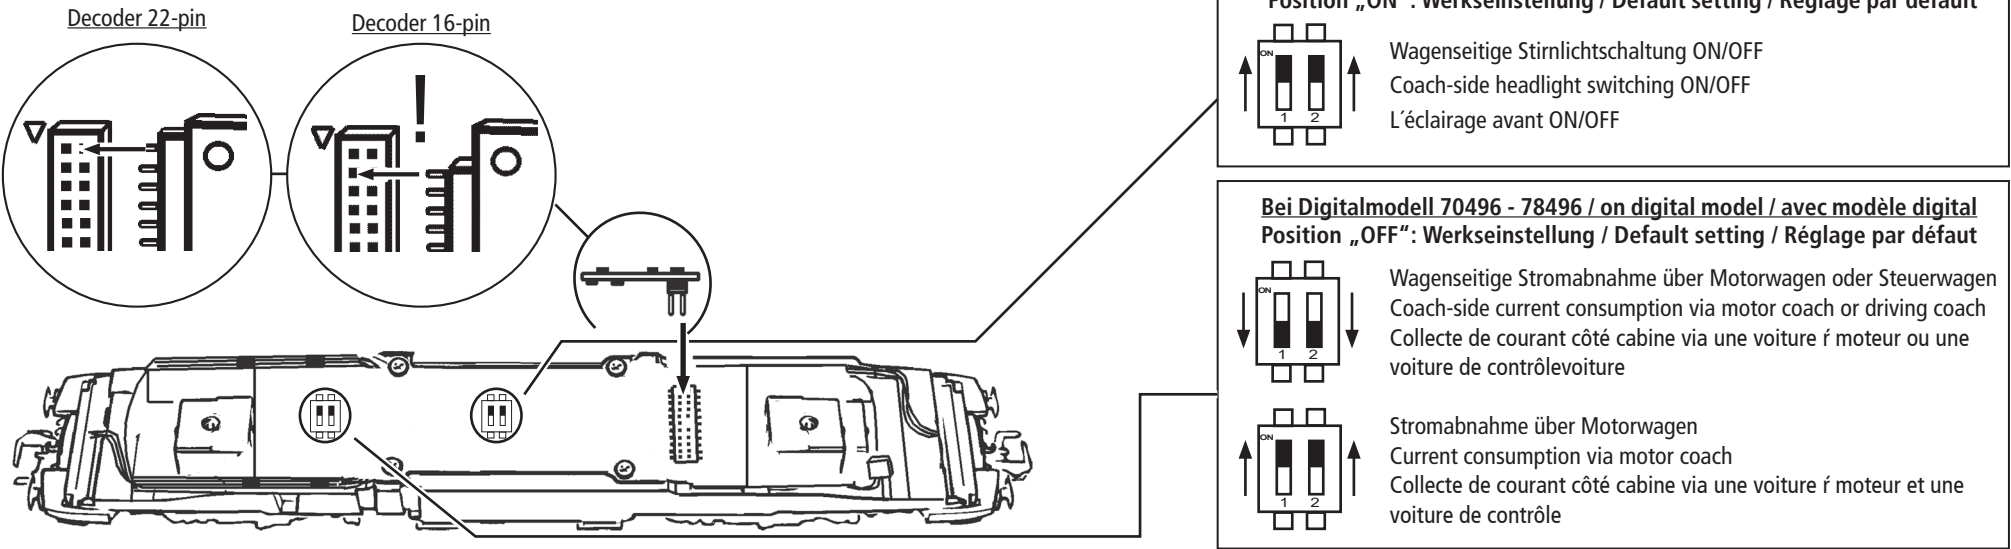

Fig. 8
4. Motorwechsel: Lokgehäuse abnehmen (Fig. 3). Danach wird der Motor ausgebaut und ausgetauscht (Fig. 8).
4. Motor Changing: First remove loco body (fig. 3), and then the motor (fig. 8).